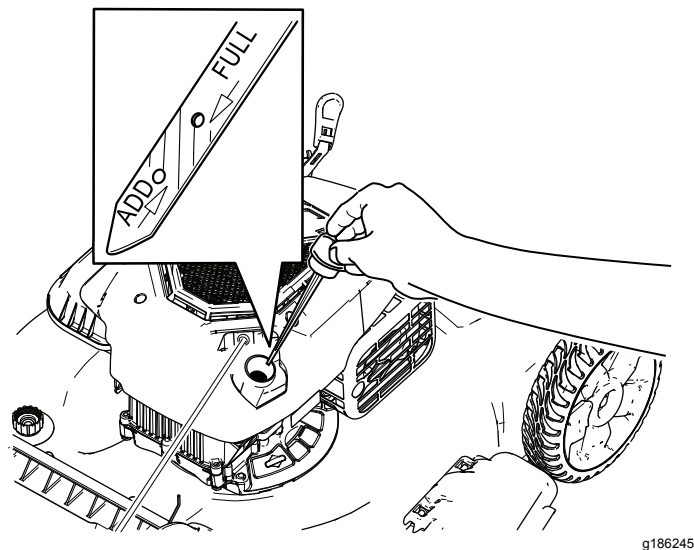

図 6
2. キャップを左に回してディップスティックを抜き取る 図 6。
7. ディップスティックの目印で油量を点検する 図 6。